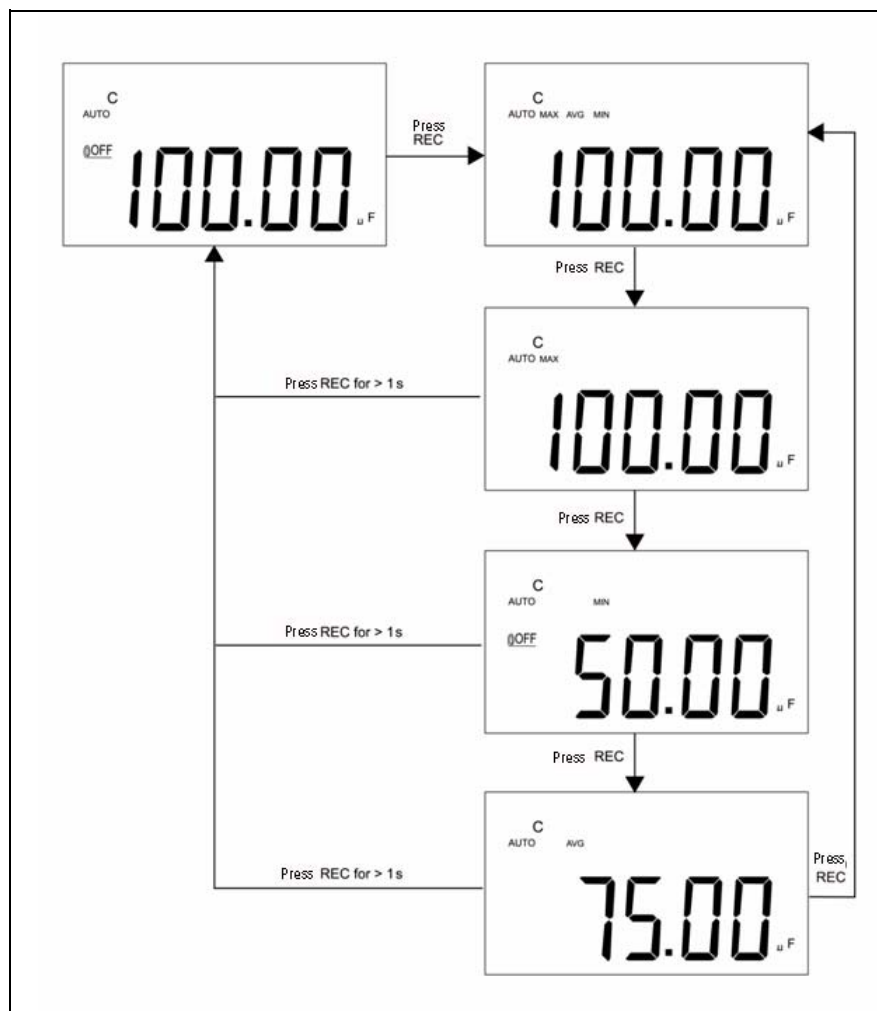

Figura 2-1 Operazione di tolleranza
- 2** Premere questo tasto per scegliere le letture massime, minime, medie e attuali. Viene attivato il segnalatore corrispondente **MAX, MIN, AVG** o **MAX AVG MIN** per indicare il valore che viene visualizzato (consultare la Figura 2-1).